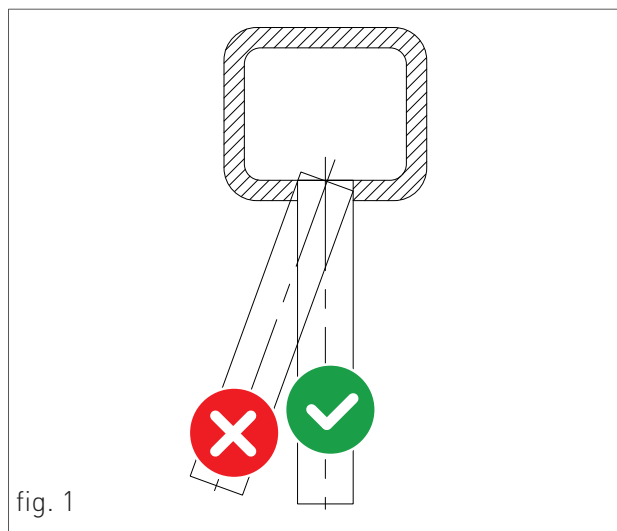

fig. 1
- › Conducta de evacuare trebuie să fie perpendiculară cu peretele intern opus al coșului de fum sau al conductei de evacuare a fumului (fig. 1).
Pentru acest tip de centrală sunt disponibile următoarele configurații de evacuare a fumului: B23P, B33, C13, C33, C43, C53, C63, C83 e C93 (vezi Fig. 1).